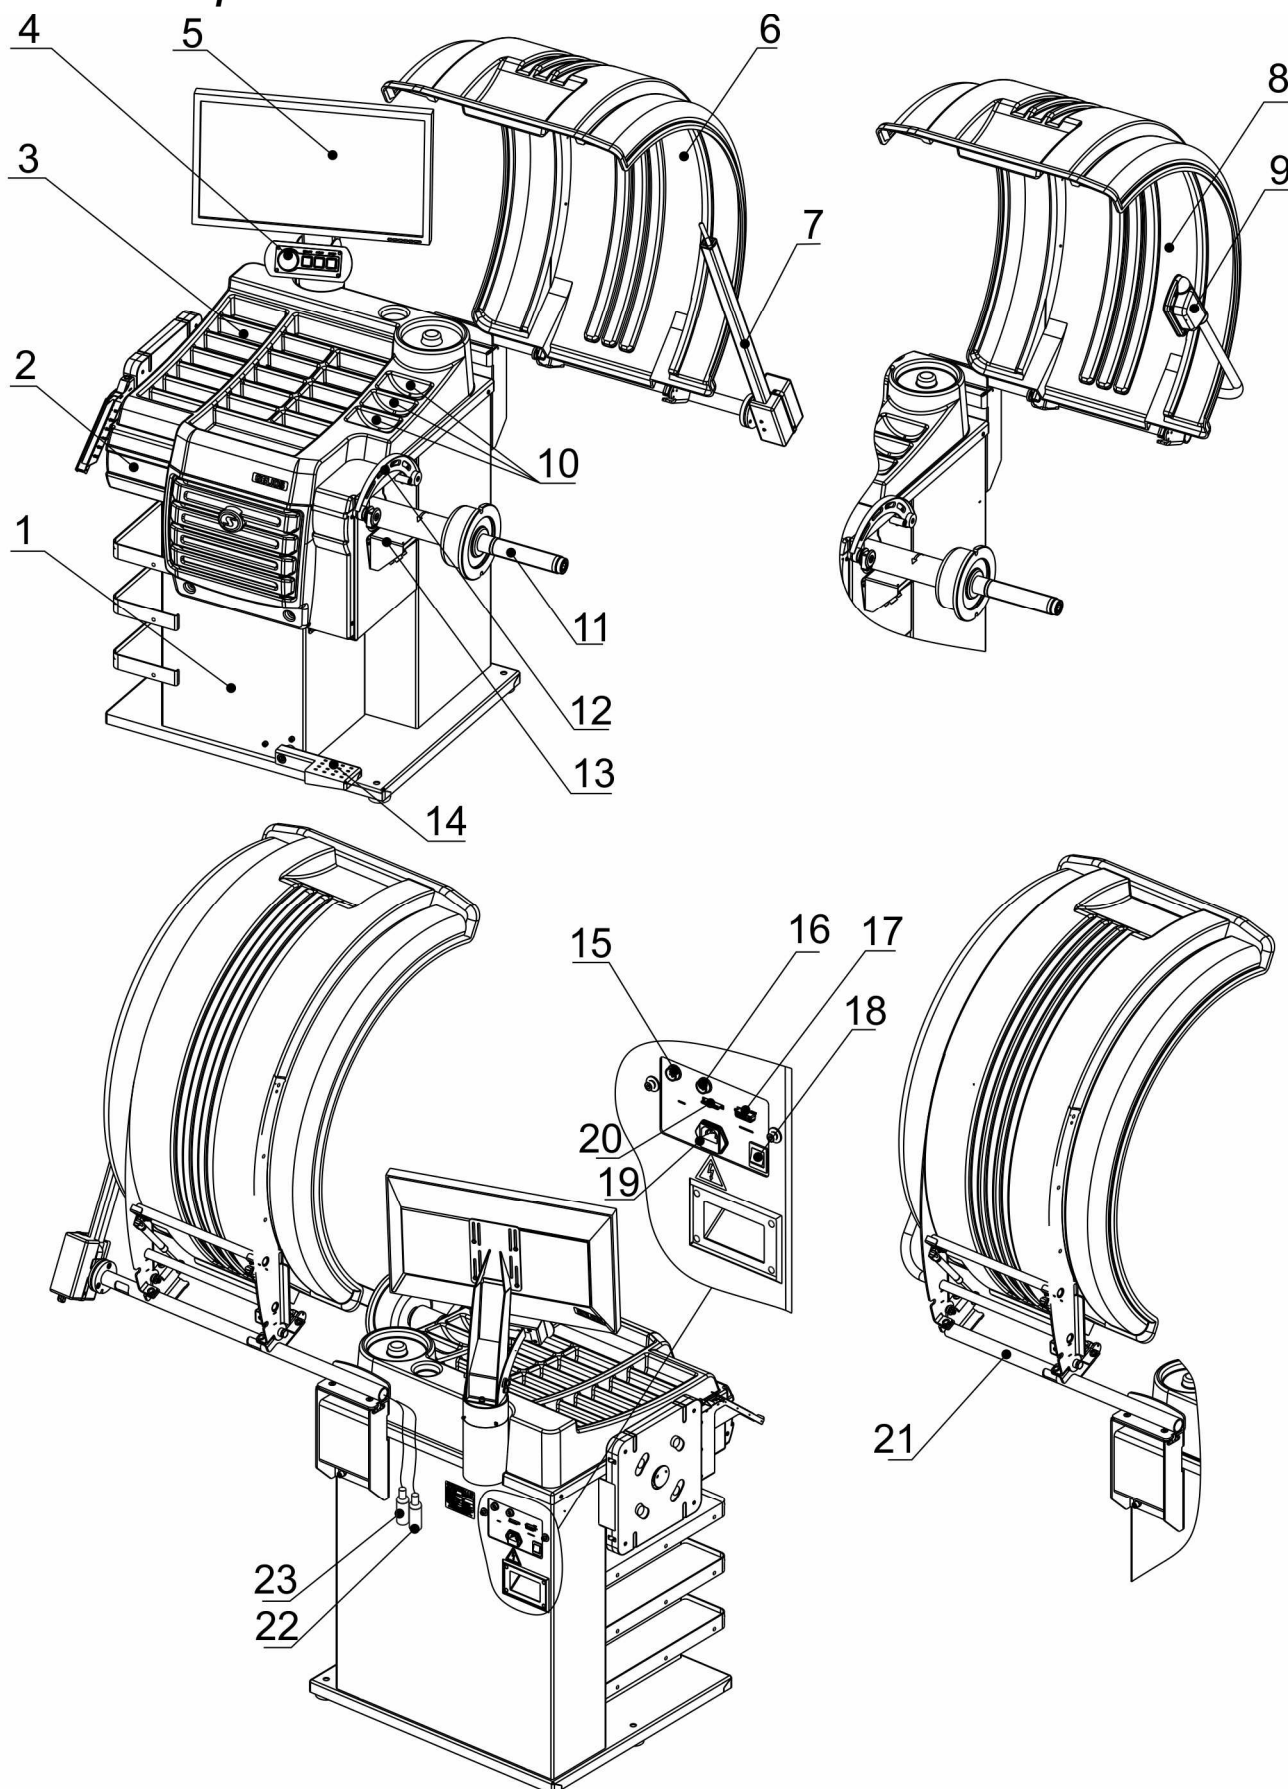

Рисунок 4.1
4.2.6 Подключить вилку второй линейки или УЗ датчика (22) к гнезду для подключения 16 (использовать соответствующую цветовую маркировку гнезда и вилки, рисунок 4.1).
- отвернуть болты (3) на 5 мм;
- вывернуть болты (4);
- установить кронштейн монитора (7);
- вкрутить болты (3), не затягивая;
- повернуть кронштейн клавиатуры (1) в верхнее положение;
- затянуть болты (3) и (4);
- прикрепить монитор (8) винтами (6);
- подсоединить DVI кабель к гнезду монитора и гнезду (17, рисунок 4.1), расположенному на корпусе станка.
4.2.9 Подключить сетевой шнур к вилке (19), расположенной на задней панели корпуса станка (рисунок 4.1), и к питающей сети, оборудованной розеткой с контактом заземления. Подключить монитор к питающей сети, оборудованной розеткой с контактом заземления, согласно эксплуатационной документации на него.